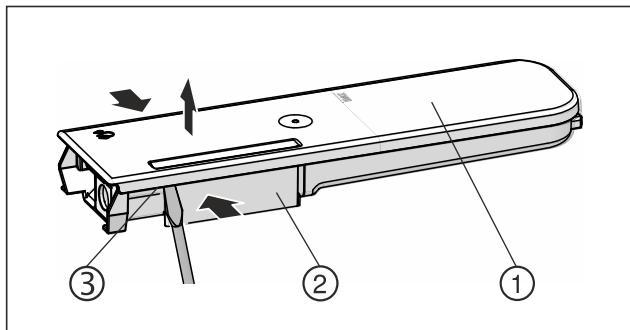

Fig. 146
- Сожмите бак для воды *Fig. 146 (2)* и осторожно возьмите крышку *Fig. 146 (1)* за фиксирующие выступы *Fig. 146 (3)* и потяните ее вверх.
- Слегка подвигайте крышку *Fig. 146 (1)* вперед и назад и снимите, приподняв вверх.